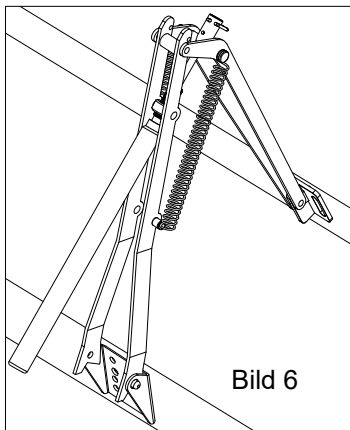

Bild 6
5. Montera karmfästet på fönsterkarmen, se bild.6.